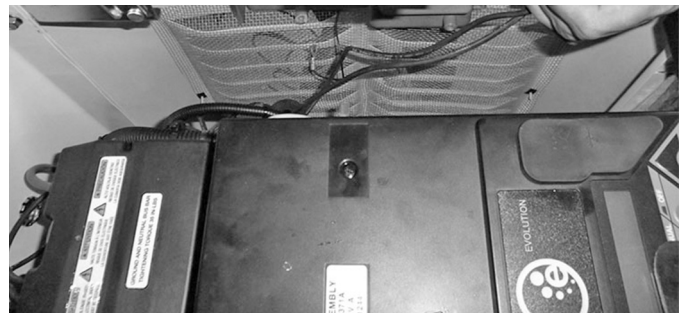

Figura 2-3.
6. Instale el frente del controlador del generador (Figura 2-3).